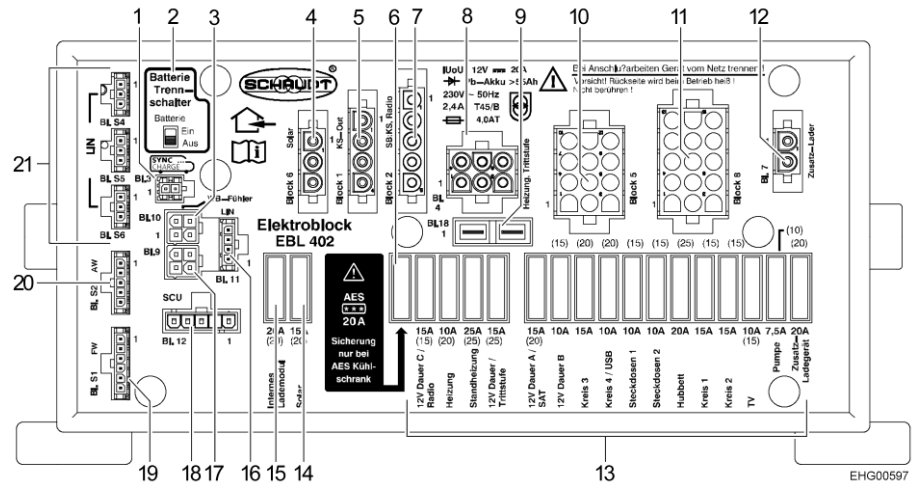

Fig. 91 Bloque eléctrico
- Desplazar el separador de batería (Fig. 91,2) en el bloque eléctrico a la posición "Aus" (Off). El separador de batería desconecta todos los consumidores alimentados por el bloque eléctrico de la batería del habitáculo.
- Desplazar el separador de batería (Fig. 91,2) en el bloque eléctrico a la posición "Ein" (On).